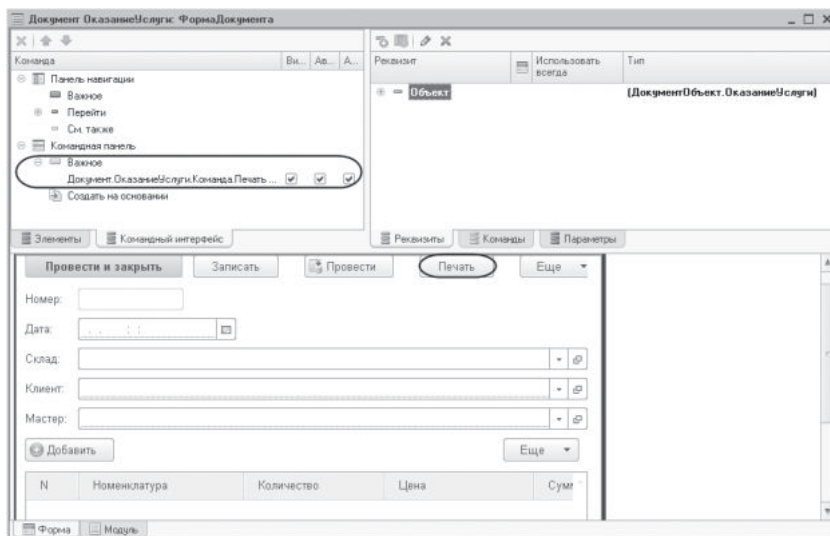

Рис. 8.8. Макет документа «Оказание услуги»
- В командную панель формы документа ОказаниеУслуги помещена команда Печать для формирования печатной формы документа (рис. 8.8).